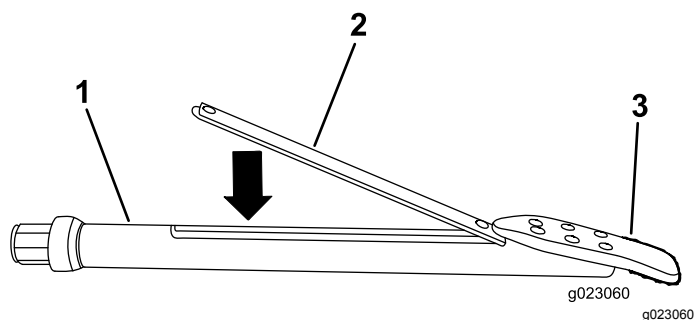

Рисунок 59
- Вставьте маяк в корпус зонда передним концом в сторону буровой лопатки (Рисунок 59).